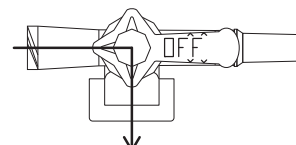

図8
- 図8：上流ライン（輸液セット側）とサンプリングサイトラインの流路